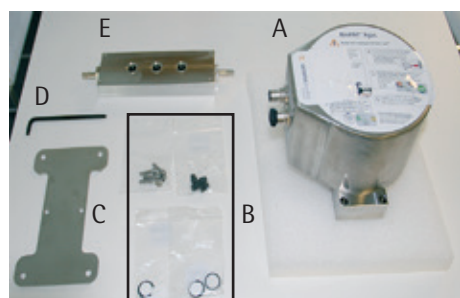
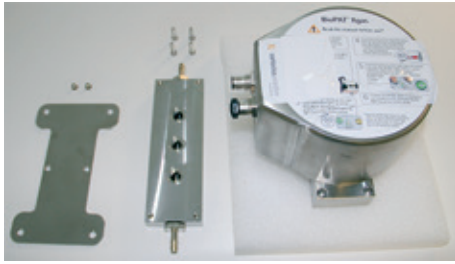

Fig. 4b: preparazione del montaggio (B) Kit di parti di ricambio 2: Kit di parti di ricambio SB-20-02-0001 per BioPAT® Xgas
Fig. 4i: inserire le viti
Prima di iniziare il montaggio preparare quanto segue (fig. 4b):
5. Collocare ora le 4 viti TORX M4x16 (fig. 4b:E) nei fori del BioPAT® Xgas senza avvitare. Ciò consentirà di collocare più facilmente il BioPAT® Xgas sul lato destro dell'adattatore di flusso (fig. 4i).
7. Collocare la piastra di montaggio sull'adattatore di flusso e usare le due viti a testa piana svasata M4x6 (fig. 4b: E) per fissare la piastra base al sensore (fig. 4k).